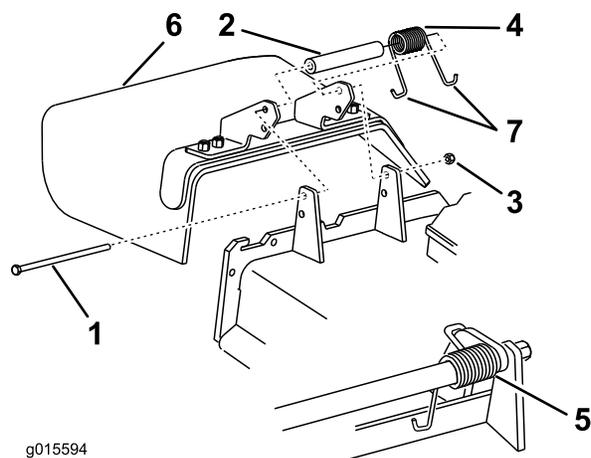

Figure 88
1. Retirez le contre-écrou, le boulon, le ressort et l'entretoise qui fixent le déflecteur aux supports de pivot (Figure 88).
2. Déposez le déflecteur d'herbe s'il est endommagé ou usé (Figure 88).
**Remarque:** Prenez soin de placer une extrémité en J du ressort derrière le bord du plateau avant de mettre le boulon en place, comme montré à la Figure 88.
6. Accrochez une extrémité en J du ressort au déflecteur d'herbe (Figure 88).